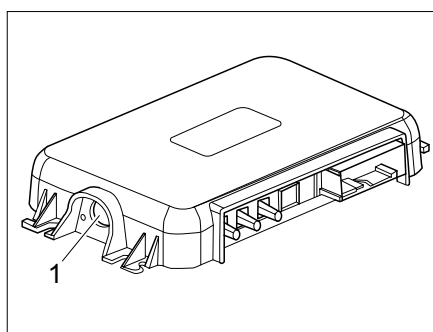

Fig. 288 Tecla de emparejamiento en el SCU
- Presionar la tecla de emparejamiento del SCU (Fig. 288,1).